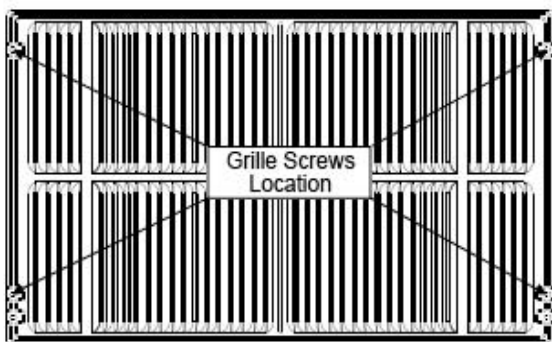

Fig. 2
4. Si la unidad no ha sido pre-perforados (algunos modelos), perforo cuidadosamente "agujeros a través de la rejilla y en la brida lateral de la unidad de aproximadamente 1 1/2" 4-1/8 a 2" de la parte superior e inferior como en la figura . 2, 3.